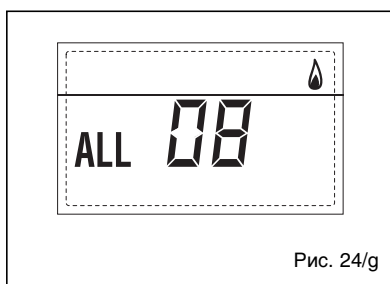

Рис. 24/g
– НЕПОЛАДКА ЦИРКУЛЯЦИИ ВОДЫ, «ТРЕВ 09» (рис. 24/h)